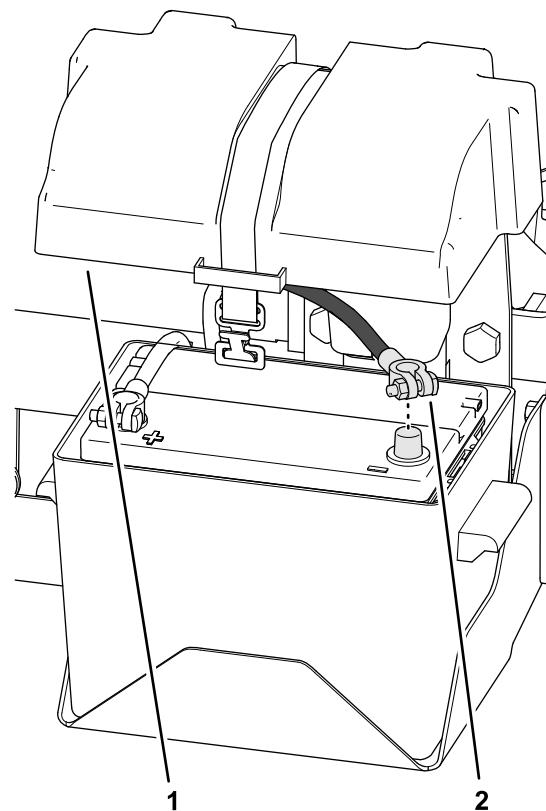

Figura 138
1. Instale o cabo negativo da bateria no terminal da bateria (Figura 138).
2. Monte a cobertura da bateria na caixa da bateria e prenda a cobertura com a cinta (Figura 138).